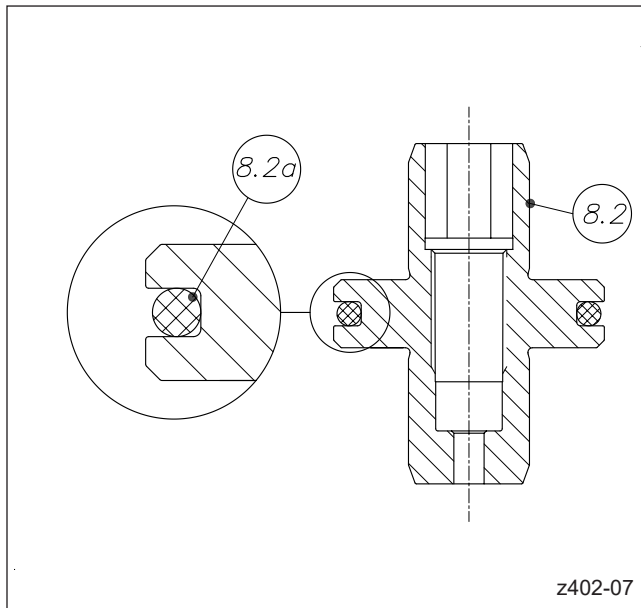
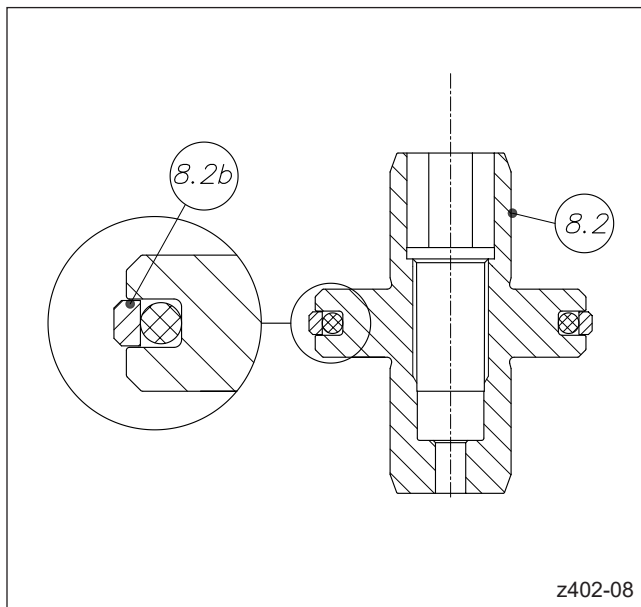

Abbildung 125: O-Ring auf den Kolben ziehen
Abbildung 126: Gleitring auf den Stützring schieben
9. Den Stützring (O-Ring, Pos. 8.2a) der Kolbendichtung auf den Kolben (Pos. 8.2) ziehen. Verdrehen und Überdehnen des O-Rings vermeiden (vgl. Abbildung 125). Anschließend den Gleitring (Pos. 8.2b) auf den Stützring schieben (Orientierung beachten, vgl. Abbildung 126).